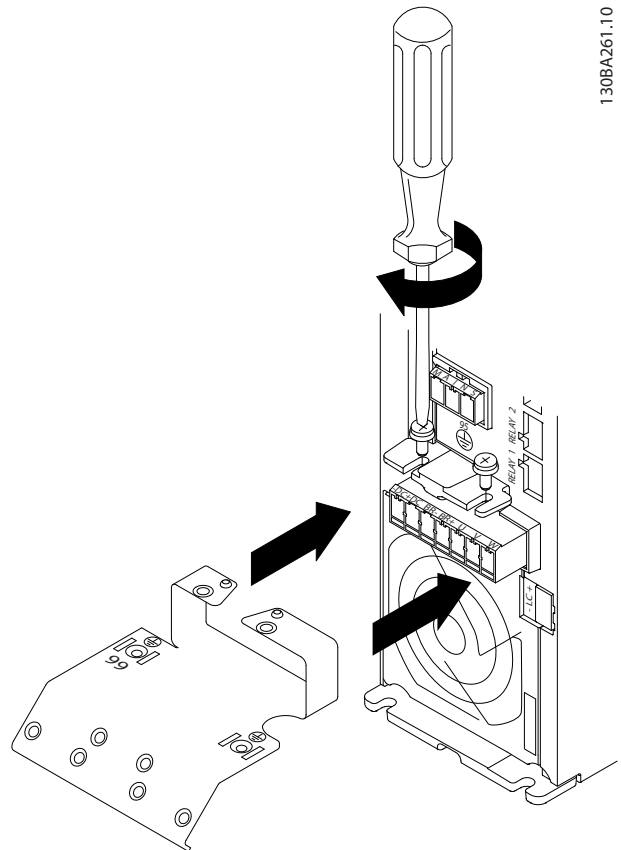

Abbildung 3.8 Montage der Montageplatte
1. Schieben Sie die Montageplatte auf und ziehen Sie die beiden Schrauben fest (siehe *Abbildung 3.8*).